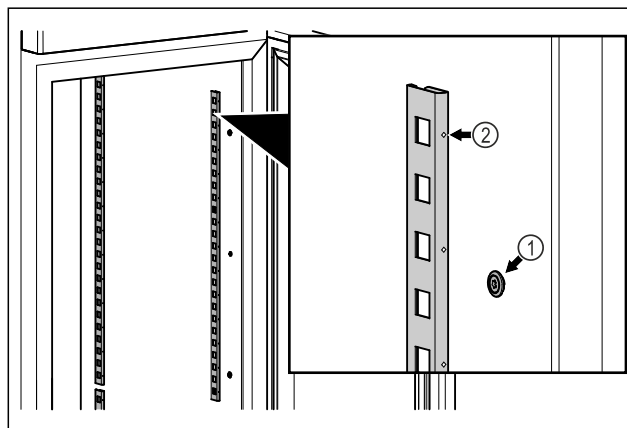

Fig. 56 Példaként szolgáló ábrázolás
- ▶ Akassza be a rögzítőléceket a felfüggesztésbe Fig. 56 (1). A jelölésnek Fig. 56 (2) előrefelé kell néznie.